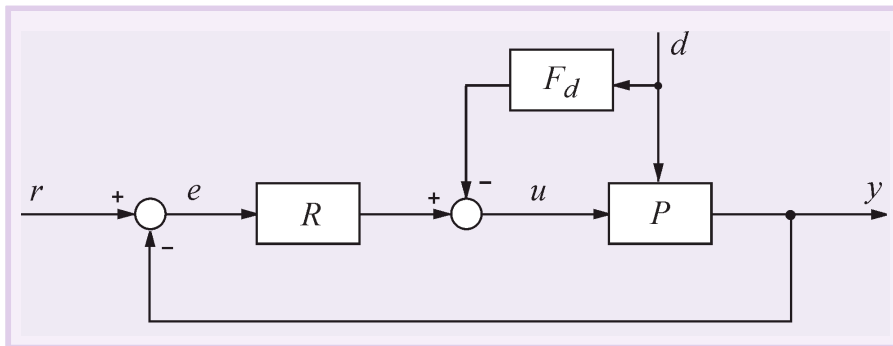

Рис. 17. Принцип компенсации возмущающих воздействий с помощью прямой связи
Одним из вариантов компенсации члена  $P_d(s)d(s)$  является использование принципа прямой связи (разомкнутого управления), как показано на рис. 17. Здесь  $F_d(s)$  – передаточная функция регулятора с прямой связью.
Уравнение полученной системы можно записать непосредственно по рис. 17 с учётом (17):